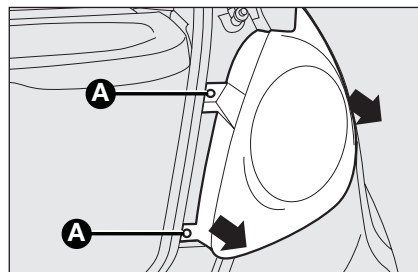

fig. 19
- ☐ desenrosque los dos tornillos de sujeción **A-fig. 19** y extraiga el grupo de luces de forma axial, sin rotarlo;